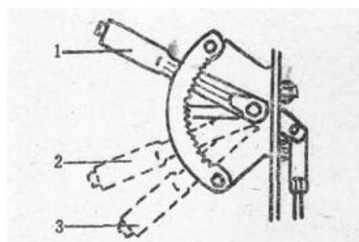

图 1-3 油门位置
(2) 将发动机油门杆放到不供油的位置 (图 1-3)。
(7) 将发动机油门杆放在扇形板3/4处的正常供油位置上, 发动机即可着火(图1-3)。